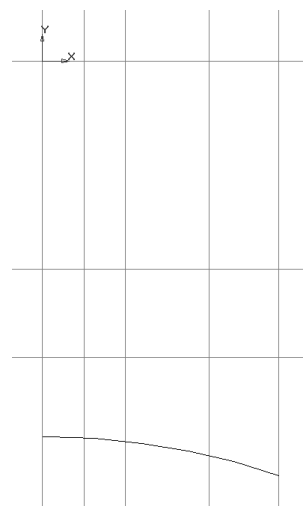

Рис. 3.72
3. Нажмите кнопку  **Дуга** и на запрос системы **Укажите точку центра дуги или введите координаты** в поле **Центр** на **Панели свойств** введите координаты (0, -80). В окне **Радиус** введите величину 53. Нажмите **Enter**. Убедитесь, что отрисован основной стиль линии. Направьте курсор в точку пересечения дуги с крайней правой вертикальной вспомогательной линией. После захвата курсора ловушкой (появление крестика) щелкните мышью и направьте курсор против часовой стрелки в точку пересечения дуги с крайней левой вертикальной линией. Зафиксируйте положение, щелкнув мышью (рис. 3.72).